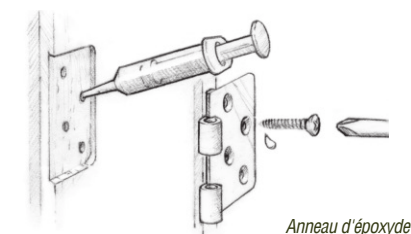

Figure 15 Mouillez un trou de guidage standard et installez la fixation.
1. Mouillez le trou de guidage standard. Bien insérer le mélange dans le trou à l'aide d'un cure-pipe ou d'une seringue (Figure 15). Épaississez une deuxième couche d'époxyde si nécessaire pour des trous décapés.